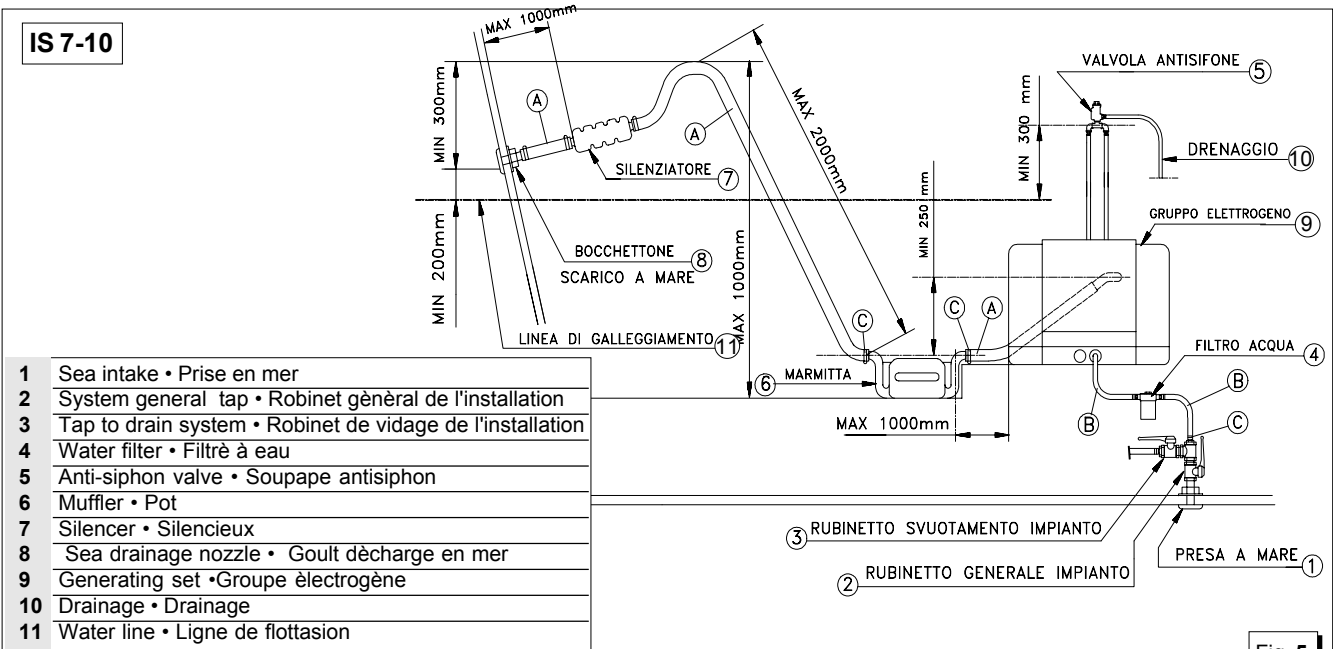

Fig. 5
2.3. Typical installation with electric generator below the water line (fig. 5)
2.3. Installation typique avec groupe électrogène sous la ligne de flottaison (fig. 5).